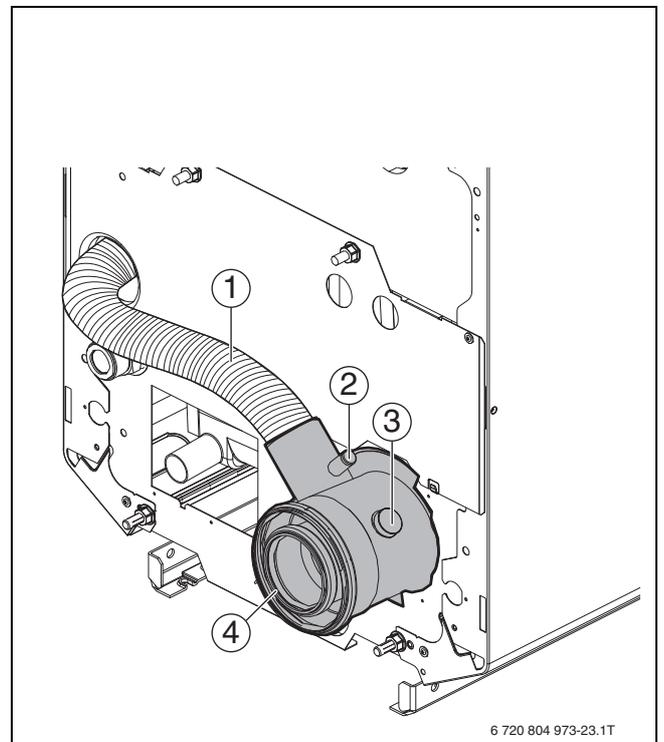

Bild 22 Luft-Abgas-Stutzen
Die Messungen erfolgen grundsätzlich im Luft-Abgas-Stutzen (→Bild 22, [3]).
- ▶ Messfühler durch die Messöffnung im Abgas-Anschlussstutzen bis in den Kernstrom (Mitte Abgasrohr) des Abgases eintauchen (höchste Abgastemperatur) (→ Bild 22, [3], Seite 17).